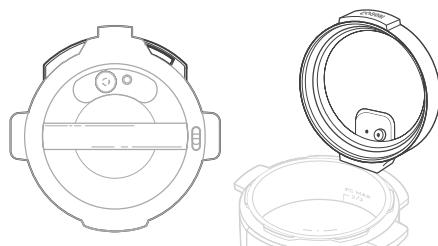

Figure 1.5
- Pour plus de commodité, le couvercle peut être placé dans le support de couvercle situé à l'arrière de la base de l'autocuiseur. **[Figure 1.5]**